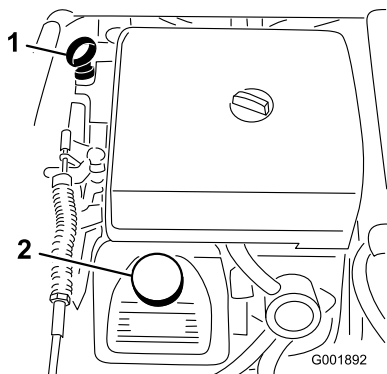

Figura 50
- Retire la varilla y límpiela con un paño limpio (Figura 50). Introduzca la varilla en el tubo asegurándose de que entre a fondo. Retire la varilla y compruebe el nivel de aceite.
- Si el nivel de aceite es bajo, retire el tapón de llenado de la cubierta de la válvula (Figura 50) y vierta aceite por el orificio hasta que el nivel de aceite llegue a la marca Lleno de la varilla. Añada el aceite lentamente y compruebe el nivel a menudo durante este proceso. No llene demasiado.
8. Agregue lentamente un 80% de la cantidad especificada de aceite por el tubo de llenado (Figura 50).